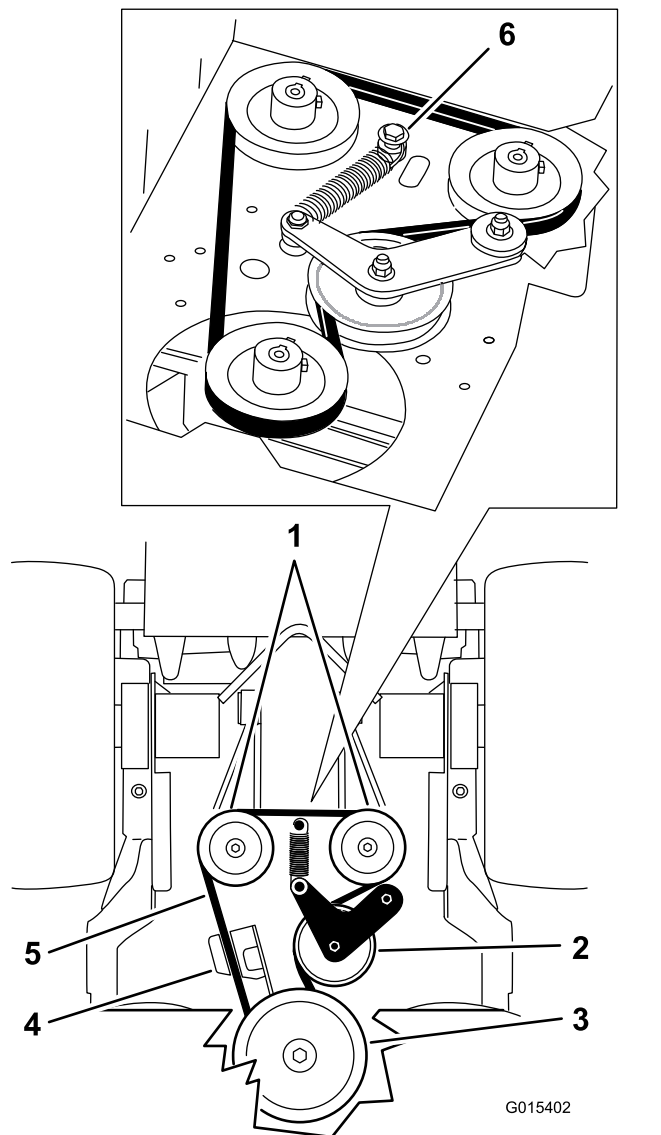

Figura 66
5. Rimuovete bullone di spallamento, dado e rondella dalla scocca del motore e dalla molla collegata (Figura 66).
6. Togliete la cinghia di trasmissione della pompa (Figura 66).
8. Installate la molla su bullone a perno e rondella e collegate al piatto del motore con il dado (Figura 66).